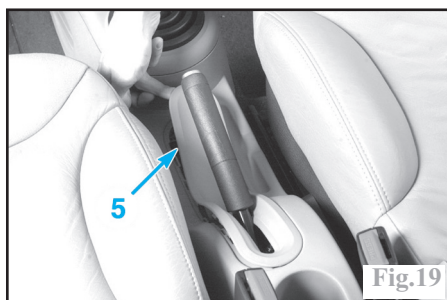

Fig.19
Déclipser l'enjoliveur de frein à main (5) (Fig.19).